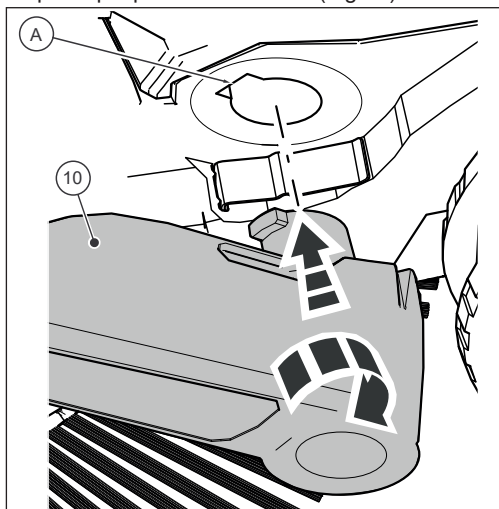

Fig. 3a
1. Colóquese entre la barra de empuje (1) delante del aparato.
2. Coloque uno de los dos herrajes de empuñadura con la lengüeta de enclavamiento del herraje de empuñadura (10) en la ranura prevista en el bastidor (A) para que pueda enclavarse (Fig 3a).